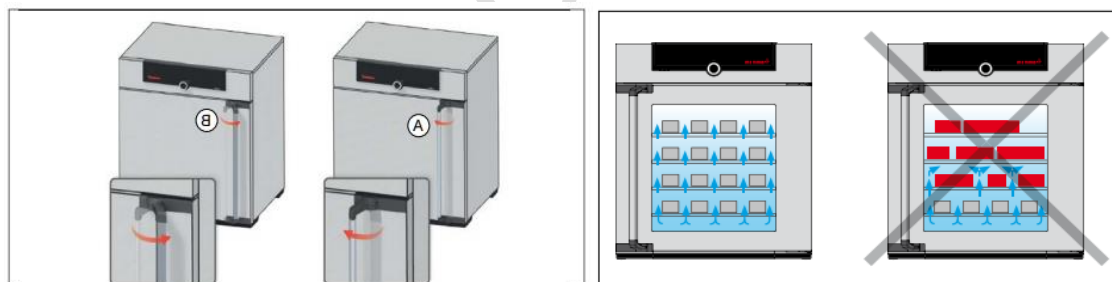

figura 1
4. Cerrar la puerta como lo muestra la figura 1.